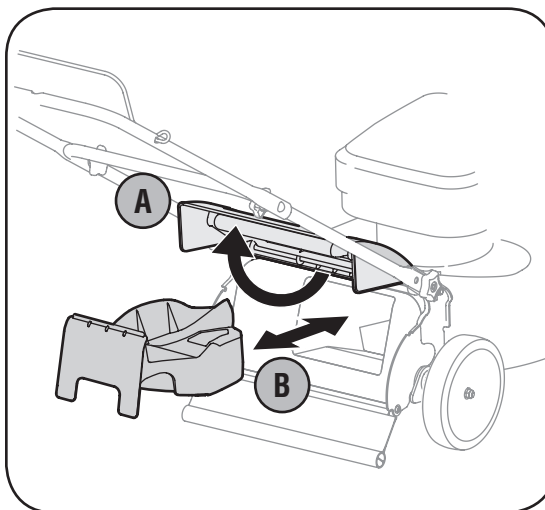

Figura 3-5: La tolva de abono
6. Antes de acoplar el colector de césped, la tolva de abono debe extraerse, Figura 3-5.